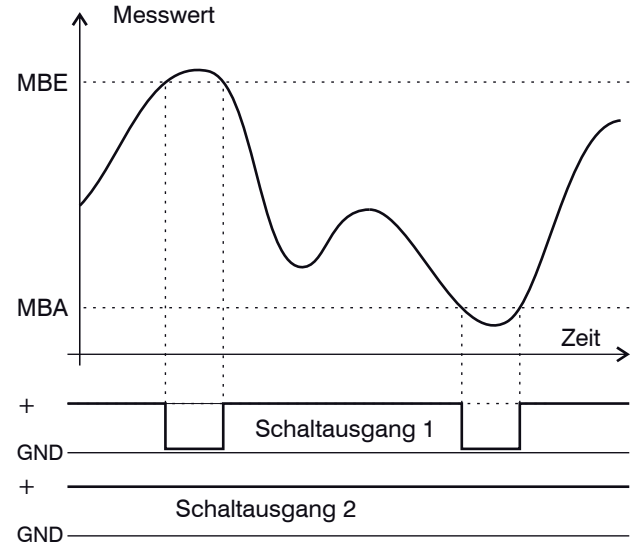

Abb. 28 Signalverlauf der Schaltausgänge in der Betriebsart „Sync error“ und „Trigger error“
- das Messobjekt außerhalb des Messbereiches liegt, siehe Abb. 28,